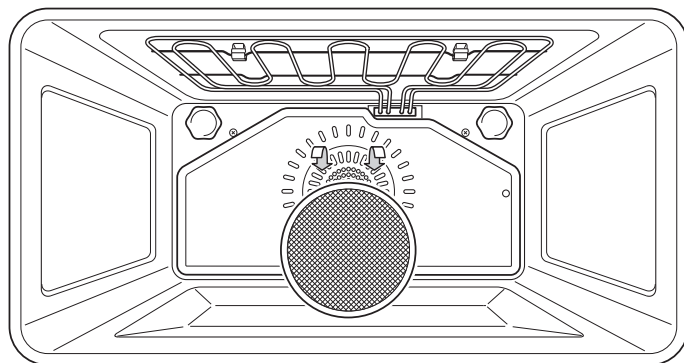

Fig. 4.3
- Uno speciale filtro è previsto nella parte posteriore del forno per catturare particelle di grasso che si sviluppano soprattutto quando si arrostitisce della carne (fig. 4.3).